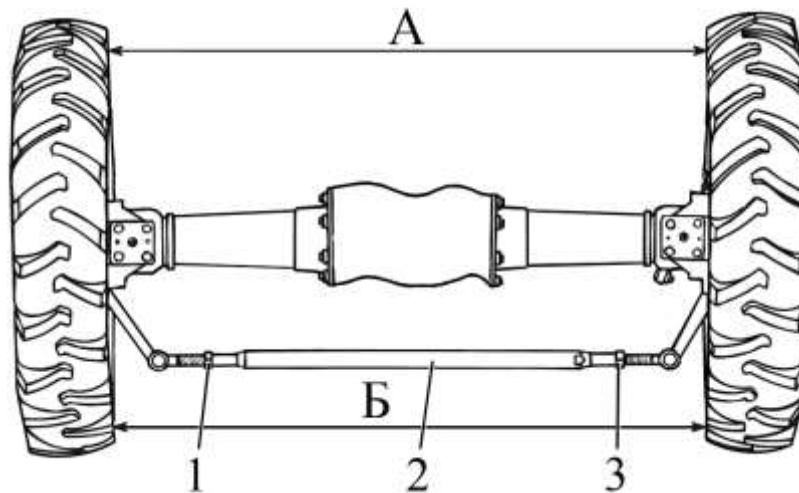

Рисунок 6.4.10 – Схема регулировки сходимости передних колес
3. Замерьте расстояние «А» (рисунок 6.4.10) на высоте центров колес спереди и сделайте видимые отметки в местах замера.